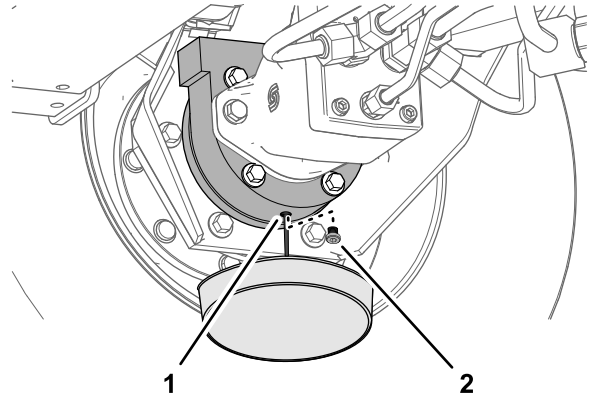

Figura 68
6. Coloque un recipiente debajo del alojamiento del freno, retire el tapón y deje que se drene por completo el aceite (Figura 68).